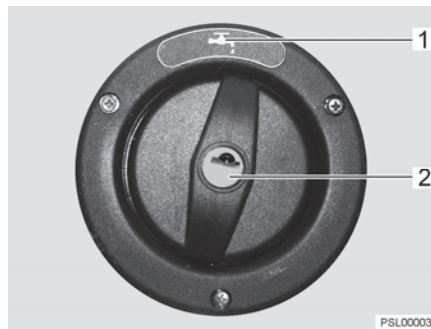

Bild 140 Verschlussdeckel für Trinkwasser-Einfüllstutzen
Der Trinkwasser-Einfüllstutzen ist mit dem Symbol "🔑" (Bild 140,1) gekennzeichnet. Der Verschlussdeckel wird mit dem Schlüssel für die Außenklappenschlösser geöffnet und verschlossen.
- Schlüssel in Schließzylinder (Bild 140,2) stecken und eine viertel Umdrehung entgegen dem Uhrzeigersinn drehen.
- Trinkwasser-Einfüllstutzen (Bild 140) öffnen.